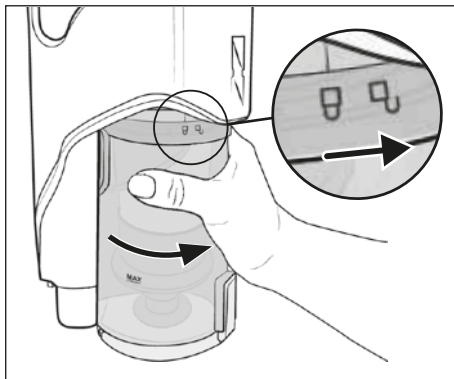

Fig. 23
- 8) Vuelva a colocar el depósito de polvo **7** en el aparato y gírelo hacia el símbolo **⏏** (cerrar) hasta que quede firmemente montado en el aparato (consulte la fig. 23).